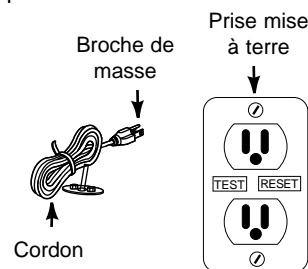

Figure 1
- **La pompe doit être branchée dans une prise qui inclut un disjoncteur différentiel (DD) (Figure 1).**
2. Assurez-vous que la prise électrique soit à la terre, de calibre de 115 volts, d'au moins 15A et protégée par un disjoncteur différentiel (DD) (Figure 1).